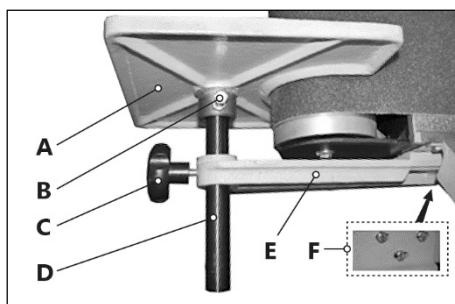

Рисунок 6.
Для установки малого рабочего стола (А) выкрутите три винта (F) (рис. 6), установите и закрепите кронштейн (E) этими винтами.
Расположите малый рабочий стол так, чтобы он не мешал движению шлифовальной ленты. Ослабьте болт (В) (рис. 6), установите малый рабочий стол (А) с равным зазором между шлифовальной лентой и торцом стола.